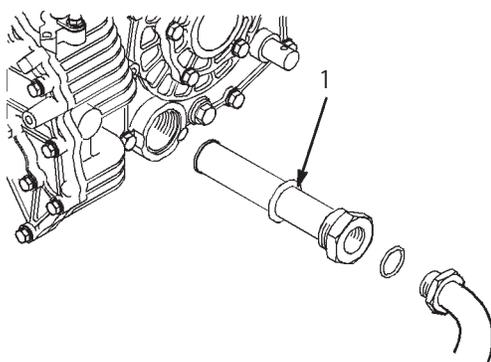

図44
1. 図44のように、サポート・シャフトと蝶番プレートのボール座に手でグリスを塗りつける。
2. スプリングの下にあるニップル (図44) にポンプでグリスを注入する；ピボット・アセンブリの下からグリスがはみ出てくるのが見えるまで入れる。